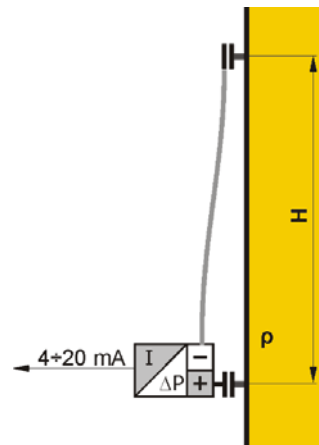

Рисунок 6
2.3.1.13.3 Конфигурация преобразователя APR-2200/ALE для измерения плотности жидкости (рисунок 6)